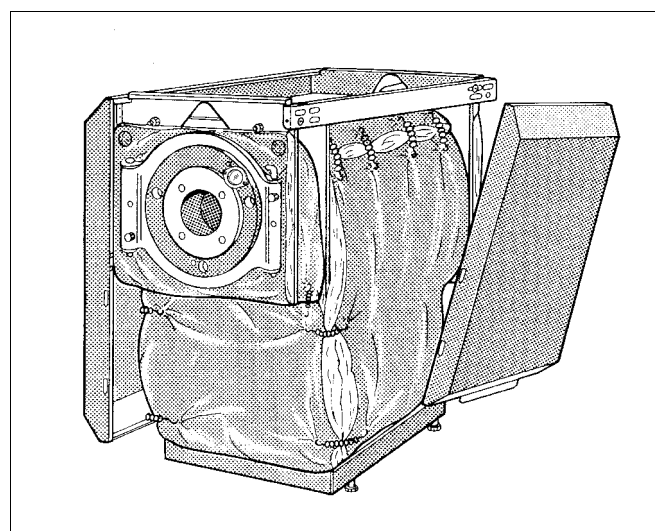

Fig. 10 Montering af sidevægge
- Isæt sidevæggene foruden med afkantningen bag kedelrammen (fig. 10).